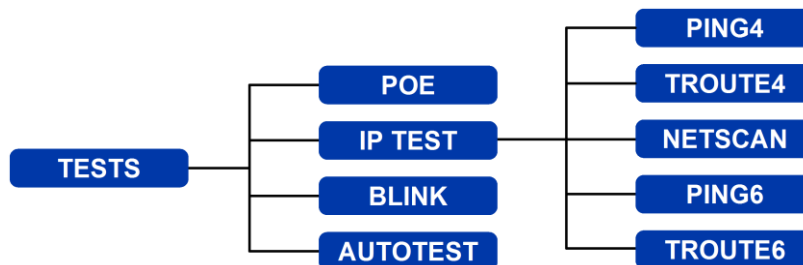

Abb. 16 Testmenüstruktur - Ethernet-Tests (2)
(2) Wird ein aktives Netzwerk gefunden, aber kein SignalTEK II Remote-Handgerät, steht in der Informationsleiste des Ausgangsdisplays „Ethernet“, und wenn das Symbol TESTS ausgewählt wird, sind die in Abb. 16 abgebildeten Ethernet-Tests verfügbar.